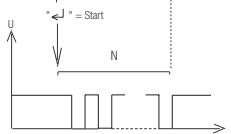

Bild 16 Zeitdiagramm
8) Die Impulsausgabe erfolgt mit Start Low-Level gemäß oberem Zeitdiagramm in Bild 16.
9) Die Impulsausgabe erfolgt mit Start aus High-Level gemäß unterem Zeitdiagramm in Bild 16.